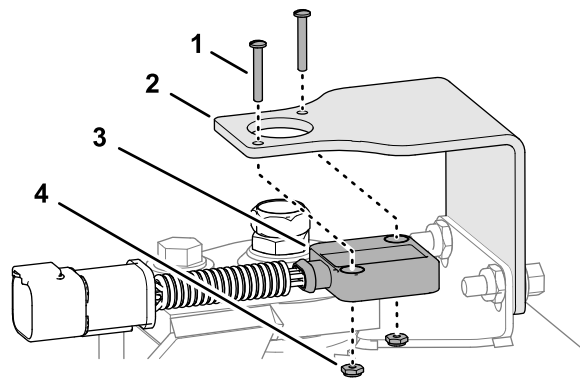

Figura 10
3. Monte o sensor de posição de direção no suporte do sensor com 2 parafusos de cabeça chata, (n.º 4 x ¾ pol.) e porcas de bloqueio (n.º 4), e aperte os parafusos e porcas de bloqueio (Figura 10).